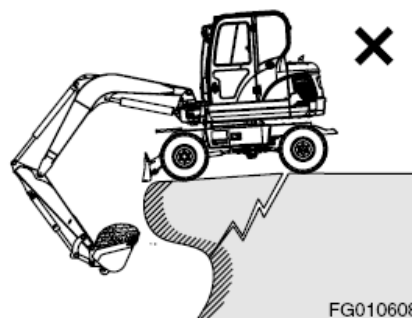

Figura 57
11. No excave debajo de la máquina. Consulte Figura 57.